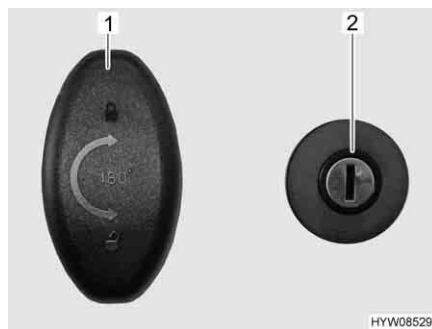

Fig. 53 Serratura della porta (porta del garage)
- Inserire la chiave nel cilindro della serratura (Fig. 53,2) e ruotare in senso orario. La chiusura centralizzata è sbloccata.
- Girare la la maniglia della serratura (Fig. 53,1) in senso antiorario di un mezzo giro e aprire la porta del garage.
- Girare la la maniglia della serratura (Fig. 53,1) in senso antiorario di un mezzo giro.
- Inserire la chiave nel cilindro della serratura (Fig. 53,2) e ruotare in senso antiorario. La chiusura centralizzata è bloccata.